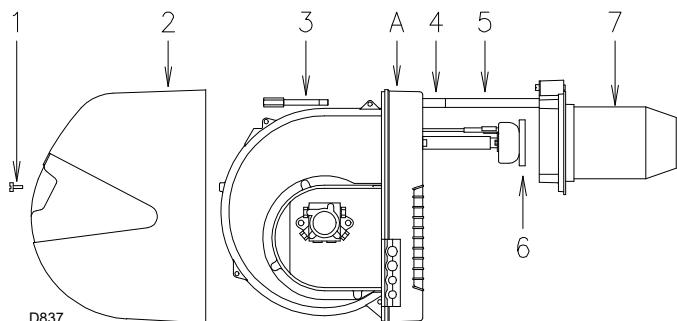

Fig. 30
- Togliere la vite 1)(Fig. 30) ed estrarre il cofano 2).